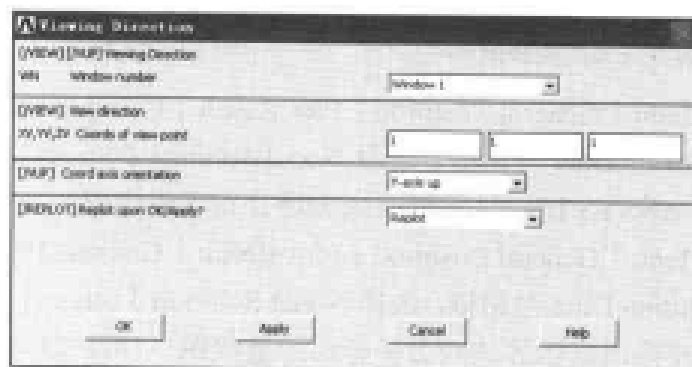

图 13-50 视图观测方向设置对话框
(9) 选择 Utility Menu | PlotCtrls | View Settings | Viewing Direction 命令, 出现 Viewing Direction 对话框, 参照图 13-50 对其进行设置, 单击 OK 按钮关闭该对话框。